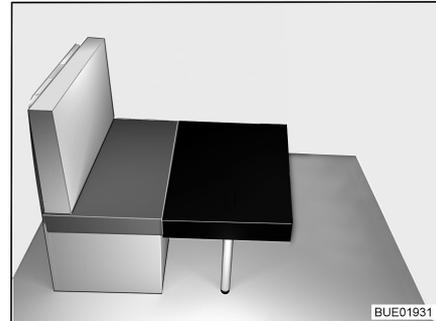

Bild 36 Umbau (1)
- Das kleine Zusatzpolster vor dem Sitzpolster der Sitzbank auf den Tisch legen (siehe Bild 36).